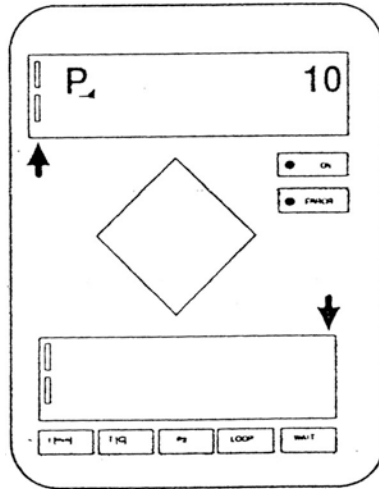

Figura 9 – schermata che compare sotto il menù AUTOMATIC.
- 1) Premere il tasto  tante volte dal menù di Avvio OFF fin quando non comparirà il menù AUTOMATIC. A questo punto nel display superiore verrà visualizzato l’ultimo programma editato (vedi Figura 9).